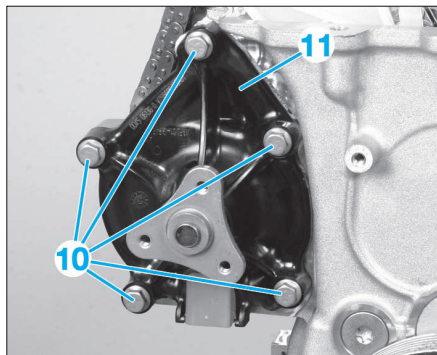

FIG. 27
- Déposer les vis (10) de la pompe à eau (11) (Fig.27).